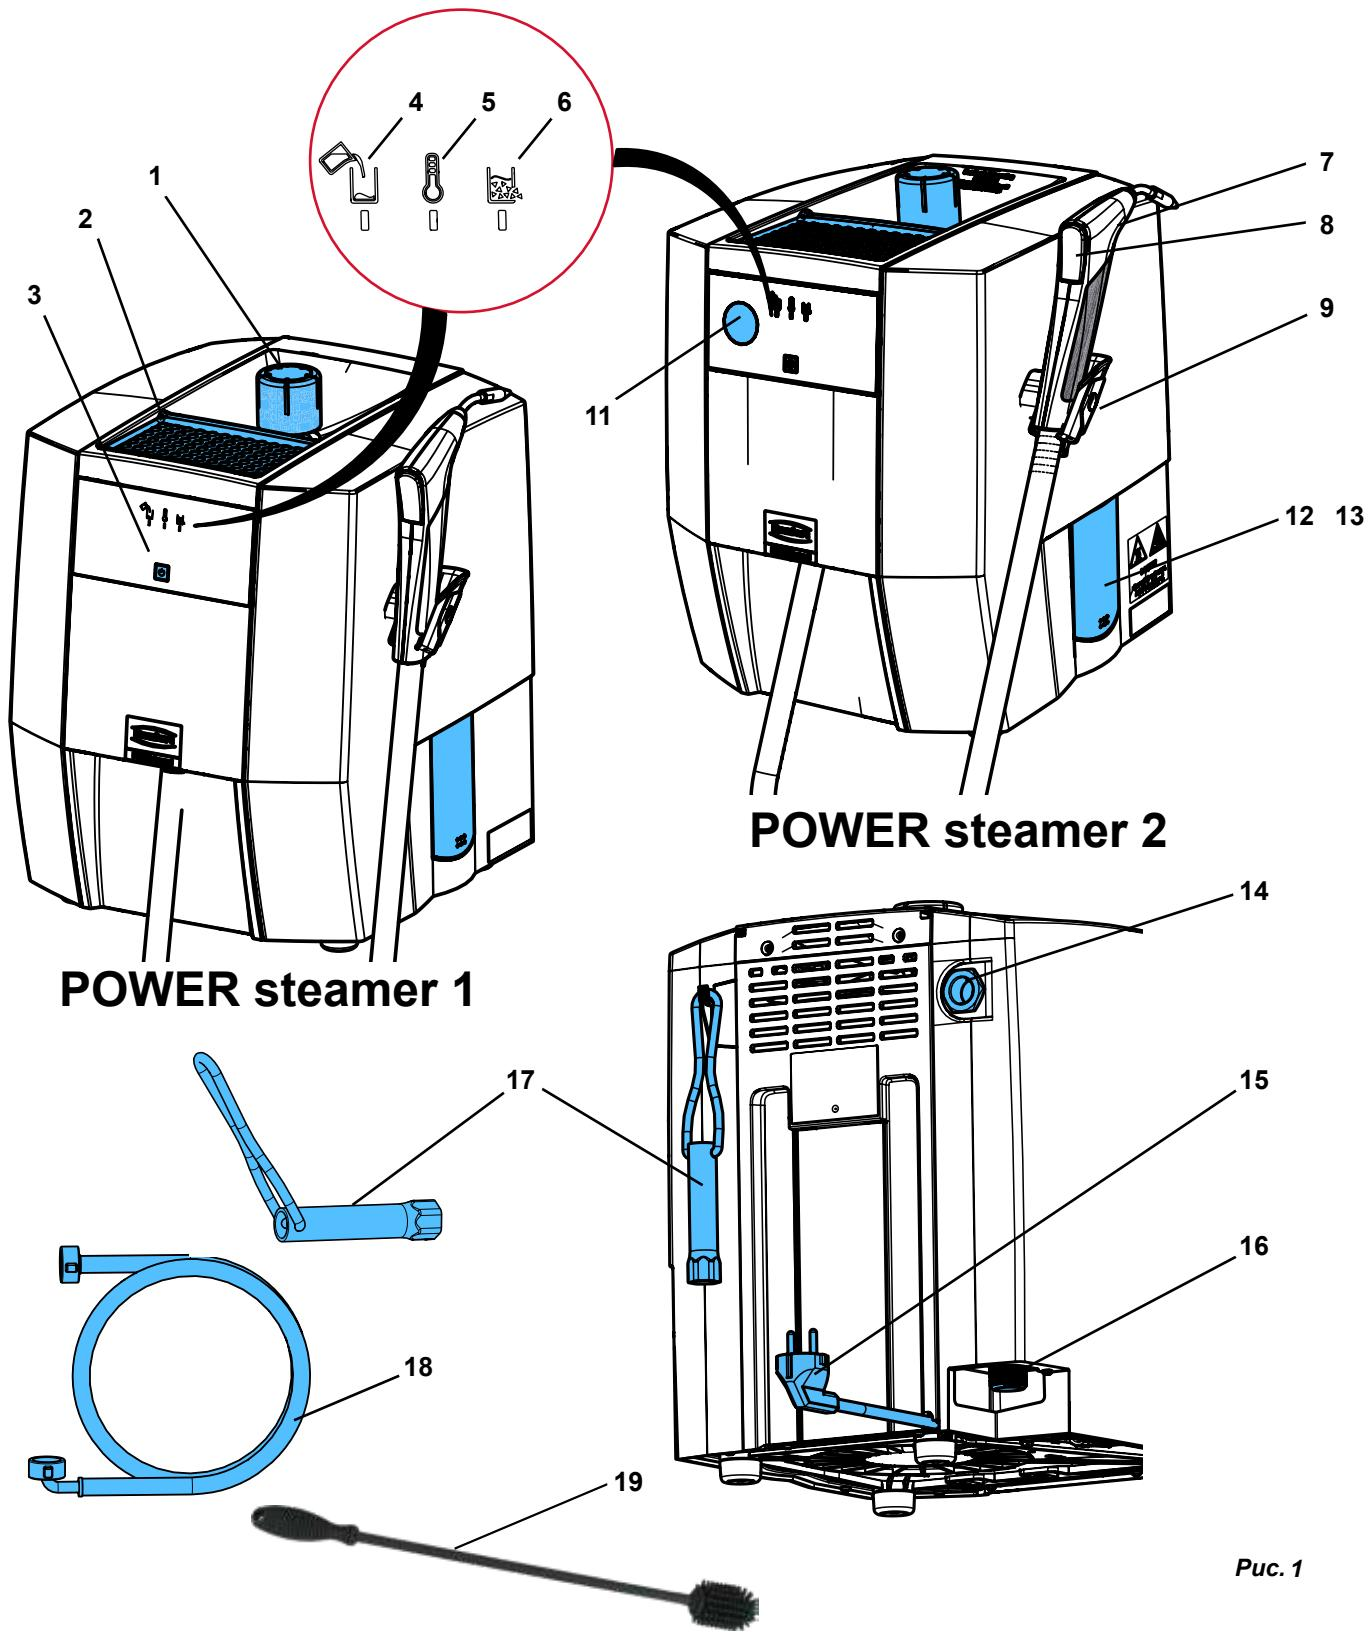

Рис. 1
- Установите устройство таким образом, чтобы на выходе пара из выпускного отверстия предохранительного клапана не возникало никакой опасности (14, рис. 1).
На подставке для модели (2, рис. 1) можно укладывать для высыхания гипсовые модели или модели из паковочной массы.
⇒ Вкрутите крышку бака (1, рис. 1).
! Устройство установите таким образом, чтобы при выходе пара из выпускного отверстия предохранительного клапана (14, рис. 1) не возникало какой-либо опасности (например, не ставить перед розеткой).
! Выпускное отверстие предохранительного клапана (14, рис. 1) никоим образом не должно быть закрыто или заблокировано.
Для этого откройте и снимите крышку бака (1, рис. 1).
- ⇒ Устройство установите так, чтобы вода из контрольного отверстия (12/13, рис. 1) могла стекать в раковину.